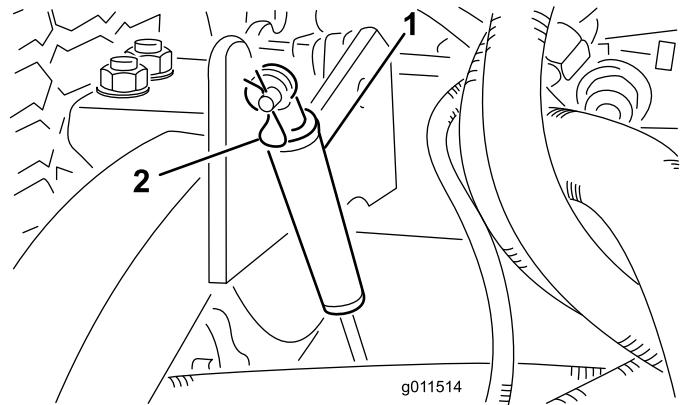

Figura 5
- Retire los pasadores de horquilla que sujetan los amortiguadores a los brazos de elevación de las unidades de corte (Figura 5).